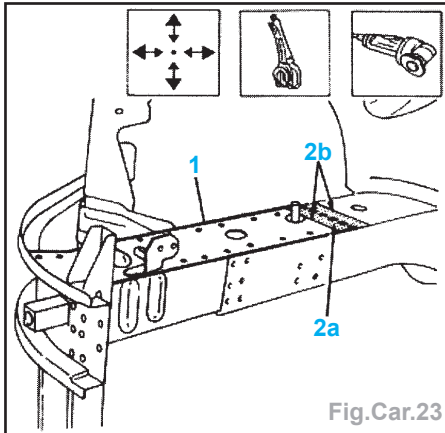

Fig.Car.23
- Mettre en place le renfort et le fixer avec des pinces-étau (Fig.Car.23).